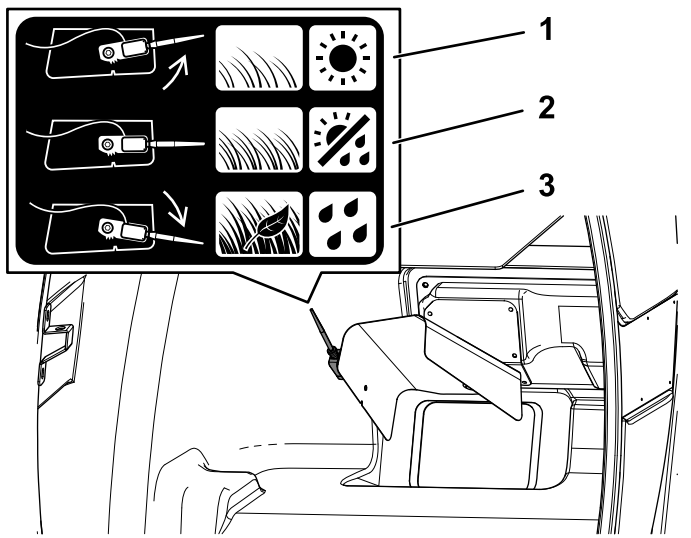

Figura 28
- Con hierba y condiciones meteorológicas normales, gire el sensor hasta la posición del punto medio (Figura 28).
- Con hierba densa y condiciones húmedas, al recoger hojas o si la tolva se llena antes de que se active el sensor, gire el sensor hacia abajo (Figura 28).
- Con hierba escasa y condiciones secas, o si la carcasa de corte se desengrana antes de que se llene la tolva, gire el sensor hacia arriba (Figura 28).